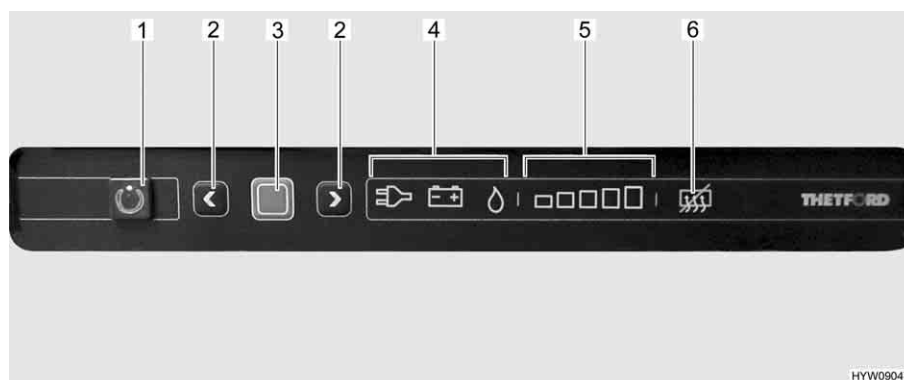

Fig. 171 Elementi di comando (frigorifero Thetford)
La modalità di funzionamento attuale è indicata da un simbolo luminoso (Fig. 171,4) sulla centralina di controllo.
Dopo l'accensione il frigorifero seleziona automaticamente la regolazione del termostato selezionata per ultimo. Questa impostazione può essere modificata manualmente con i tasti freccia (Fig. 171,2). Le barre luminose dell'indicatore del livello di refrigerazione (Fig. 171,5) visualizzano la temperatura selezionata sul termostato. Con i tasti freccia viene regolata la temperatura di refrigerazione per tutti i tre tipi di energia. Ci vogliono alcune ore prima che il frigorifero raggiunga la temperatura normale di esercizio. Cambiando la modalità di funzionamento la regolazione del termostato non viene modificata. La temperatura di refrigerazione è indipendente dal tipo di energia utilizzata.
- Premere il tasto On/Off (Fig. 171,1) per 1 secondo. Il tasto (Fig. 171,1) si illumina di verde. Dopo circa 10 secondi, l'indicatore viene attenuato per risparmiare energia.
- Premere il tasto di conferma (Fig. 171,3). L'impostazione attuale della modalità di funzionamento viene visualizzata.
- Se non è impostata la modalità di funzionamento a gas: Per modificare l'impostazione, premere il tasto di conferma (Fig. 171,3) per circa 2 secondi.
- Selezionare la modalità di funzionamento a gas con i tasti freccia (Fig. 171,2). L'alimentazione del gas è ora aperta. L'accensione avviene automaticamente. È udibile un ticchettio fino a quando procedura di accensione non è stata portata a termine.
- Premere il tasto di conferma (Fig. 171,3) per circa 2 secondi.
- Premere nuovamente il tasto di conferma (Fig. 171,3). Il livello di refrigerazione attuale viene indicato dalle barre luminose (Fig. 171,5).
- Per modificare l'impostazione, premere i tasti freccia (Fig. 171,2) fino a visualizzare l'impostazione desiderata.
- Premere il tasto On/Off (Fig. 171,1) per circa 2 secondi. Tutte le spie si spengono. Il frigorifero è spento.
- Se non è impostata la modalità di funzionamento 230 V: Per modificare l'impostazione, premere il tasto di conferma (Fig. 171,3) per circa 2 secondi.
- Selezionare la modalità di funzionamento 230 V con i tasti freccia (Fig. 171,2).
- Se non è impostata la modalità di funzionamento 12 V: Per modificare l'impostazione, premere il tasto di conferma (Fig. 171,3) per circa 2 secondi.
- Selezionare la modalità di funzionamento 12 V con i tasti freccia (Fig. 171,2).
- Premere contemporaneamente entrambi i tasti freccia (Fig. 171,2) e tenerli premuti per 2 secondi. Il simbolo di disattivazione della funzione anti-condensa (Fig. 171,6) si illumina.
- Premere di nuovo contemporaneamente entrambi i tasti freccia (Fig. 171,2) e tenerli premuti per 2 secondi. Il simbolo di disattivazione della funzione anti-condensa (Fig. 171,6) si spegne.